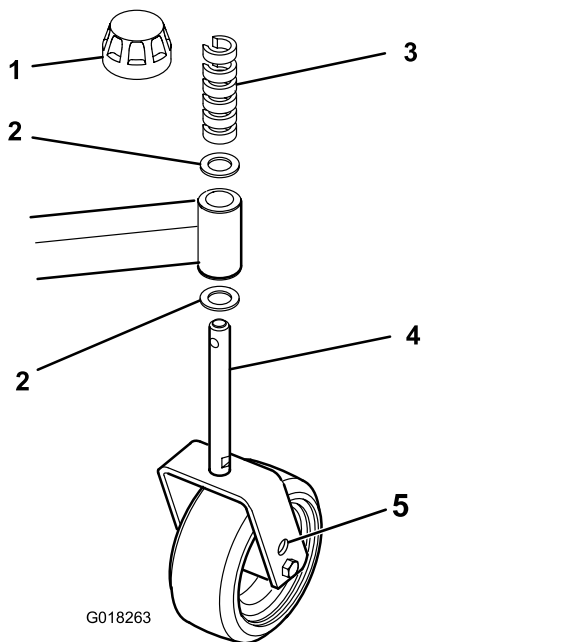

図 10
2. キャストホイールのアクスルをキャストフォークの上穴または下穴にセット全部のキャストフォークで同じ穴に統一する。セッティング用の穴の選択については図8、図9および図10を参照のこと。
1. スピンドルシャフトからテンショニングキャップを外す図 10。